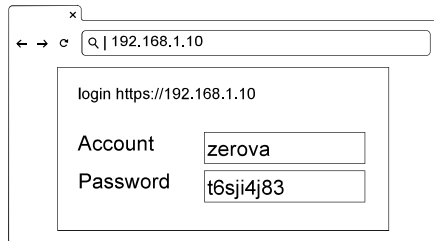

Abbildung 32. Anmeldung
- 2) Siehe Abbildung 32. Melden Sie sich auf der EVSE-Homepage mit den folgenden Anmeldeinformationen an: